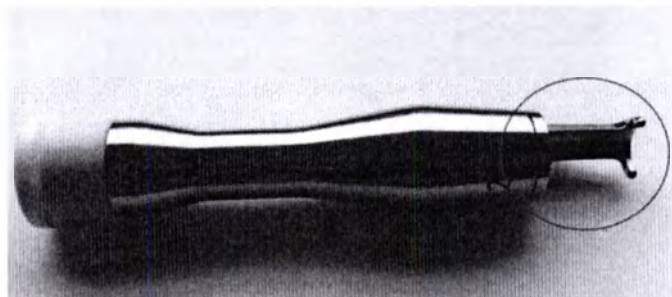

Рис. 12.3 – Манипулятор в сборе
12.1.1.3 Манипулятор подлежит дезинфекции путем обработки его наружных поверхностей дезинфицирующими растворами (рис. 12.3).